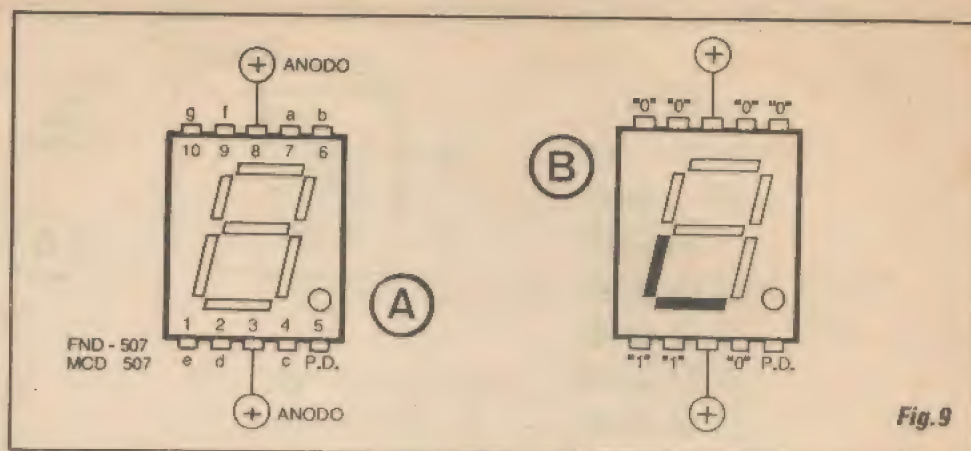

Fig. 9
- FIG. 9 - MAIS DETALHES SOBRE OS DISPLAYS DE 7 SEGMENTOS, A LEDs... - Apenas como exemplo ilustrativo, o diagrama mostra um *display* realmente encontrável nas lojas (ou sob código equivalente...), tratando-se de um do tipo **anodo comum**, código FND507 ou MCD507, dotado de ponto decimal... Observem a identificação e a numeração atribuída à pinagem, com o componente observado pela frente (ponto decimal mantido na sua posição de referência, em baixo, à direita...). Notar que a disposição/numeração dos pinos e a correspondências aos segmentos, é razoavelmente padronizada, e quase todos os fabricantes oferecem *displays* individuais *nessa* configuração... Existem, contudo, outros tamanhos, disposições de pinos, devendo sempre ser consultado um *Manual do Fabricante*, para segurança nas aplicações práticas... Também não são incomuns, atualmente, os *displays* múltiplos (vários dígitos incorporados a um único grande bloco...), eventu-